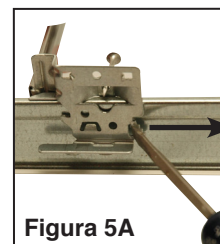

Figura 5A
4. Bloquee cada pie de barra de colgante en la barra T usando las dos trabas integradas o un tornillo para metal (suministrado por terceros). Si se desea un alambre de sujeción para soporte adicional, cada pie de barra de colgante tiene orificios para permitir la fijación de dicho alambre. (Figura 5a)